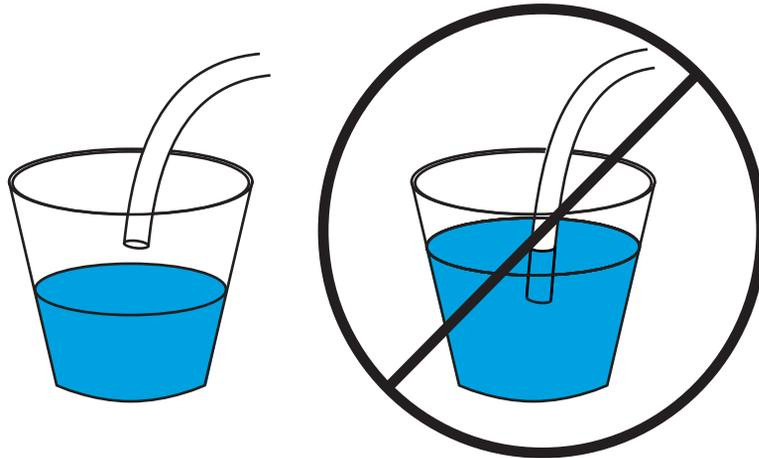

Abb. 59 Ordnungsgemäß hängendes (links) und fälschlicherweise eingetauchtes Rohr (rechts)
- Das offene Ende des Rohrs taucht nicht in den Abflussbehälter ein (Abb. 59).